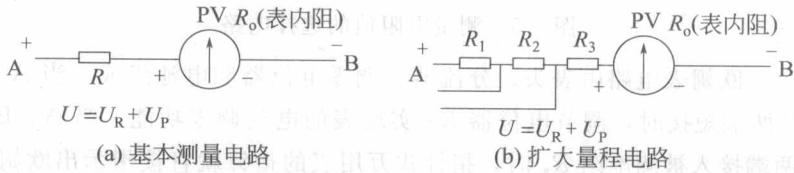

图 1-3 测量直流电压电路
② 直流电压测量选择电路 测量直流电压时，通过选择开关的转换使指针式万用表构成电压表，选择的电路如图 1-3 所示。
被测量加在 A、B 两端，注意电压极性，A 端为正极，B 端为负极。被测电压为分压器压降与表头压降之和，分配比例由表头内阻值和分压器的阻值之比决定。表头按比例指示被测电压的大小。为扩大量程，指针式万用表采用了图 1-3 (b) 的扩大量程电路。